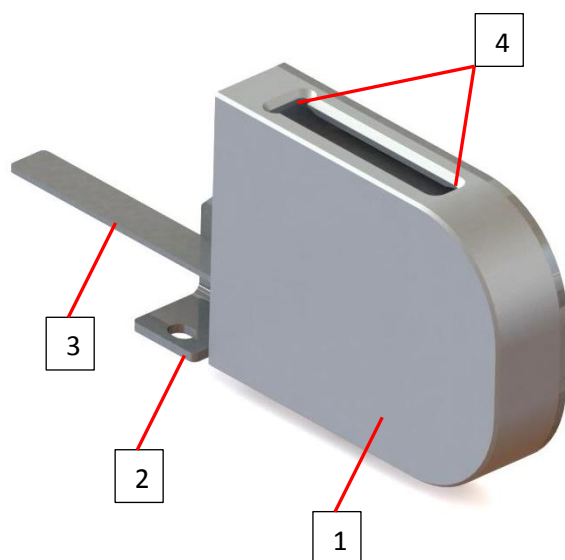

Рисунок 12. Ленточный питатель для обрезков лент
Ленточный питатель для обрезков лент (рис. 12) разработан на базе возвратного механизма ленточного питателя с подачей из катушек (рис. 8, 9).
2. Протолкните ленту до ее появления в окне 4 (см. рис. 12). С помощью острого пинцета отделите покрывную ленту от основной ленты. Промаркируйте питатель.